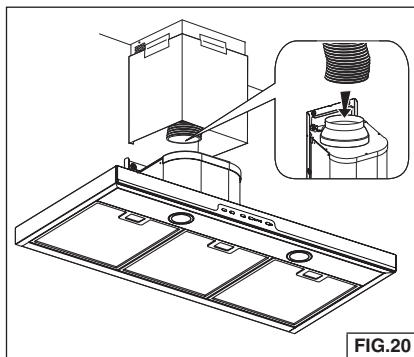

FIG.20
8. Estire el conducto expansible, conéctelo al adaptador de 6 a 8 pulg. (15.2 a 20.3 cm) y aplique cinta para conductos en las uniones. Fig. 20.